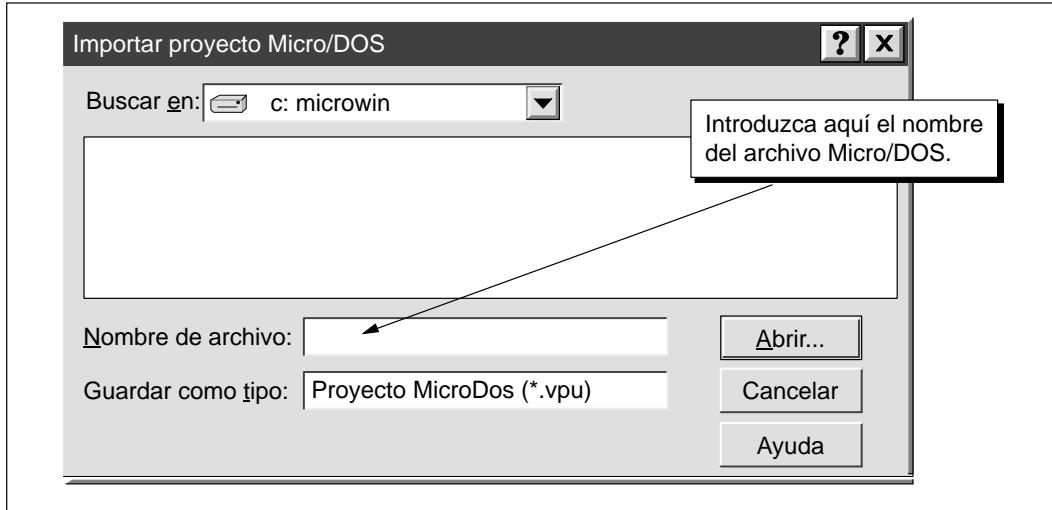

Figura E-3 Seleccionar el programa de STEP 7-Micro/DOS
4. En el cuadro de diálogo "Importar proyecto Micro/DOS" (que muestra la figura E-3), elija el directorio que contiene el programa de STEP 7-Micro/DOS que desea importar.
5. Haga doble clic en el archivo de STEP 7-Micro/DOS (o introduzca el nombre del mismo) como muestra la figura E-3.